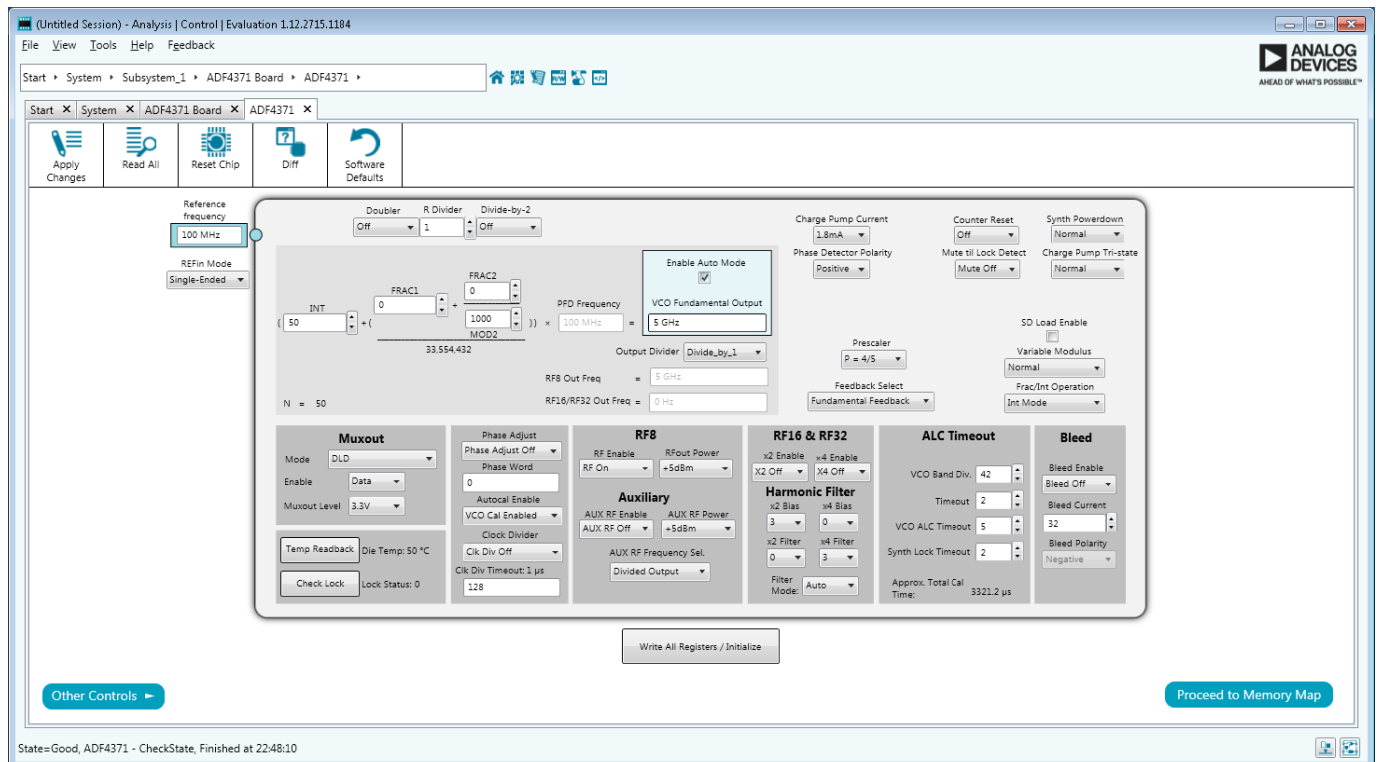

図 1. ACE のメイン・コントロール・ウィンドウ
1. EV-ADF4371SD2Z または EV-ADF4372SD2Z を接続し、それぞれのユーザ・ガイドの説明に従って ACE ソフトウェアを開きます。ACE のメイン・コントロール・ウィンドウを開きます。ACE のメイン・コントロール・ウィンドウを図 1 に示します。